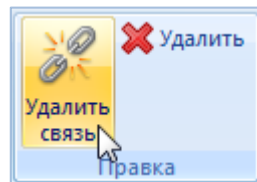

Рис. 9-22 – Кнопка «Удалить связь» панели «Правка»
3) Нажать кнопку «Удалить связь» панели «Правка» (рис. 9-22).